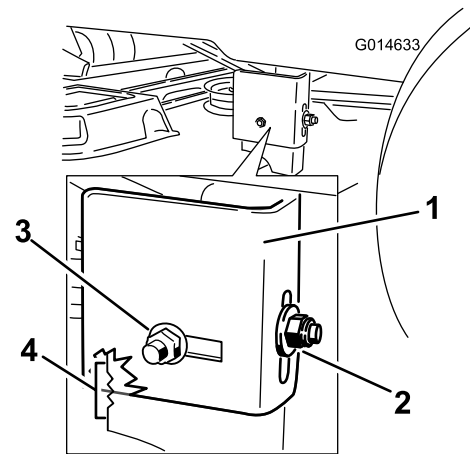

Bild 52
- Lösen Sie die hintere Sicherungsmutter am Hängeprofil so weit, dass Sie die Halterung bewegen können (Bild 52).
10. Stoppen Sie das Mähwerk an der eingestellten Stellung und ziehen Sie die hintere Sicherungsmutter am Hängeprofil fest, um die neue Stellung zu arretieren (Bild 52). Ziehen Sie die seitliche Sicherungsmutter am Hängeprofil fest.